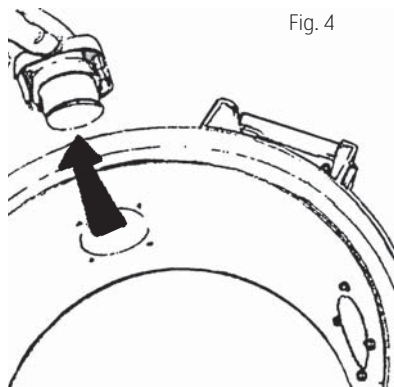

Fig. 4
2. Træk fatningen ud af maskinen, se fig. 4.